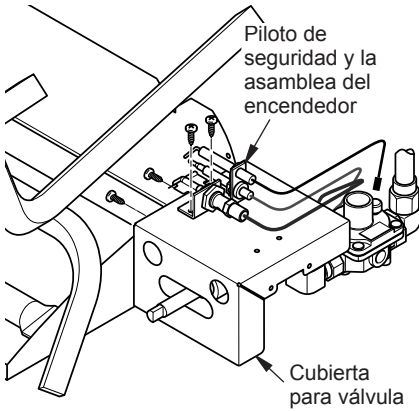

Figura 15A
12. Instale la cubierta de la válvula para bandeja del quemador mediante tornillos autorroscantes como se muestra en la Figura 15A.
13. Instalación de piloto de seguridad y encendedor piezoeléctrico sobre el panel deflector utilizando tornillos autorroscantes como se muestra en la Figura 15A y 15B.